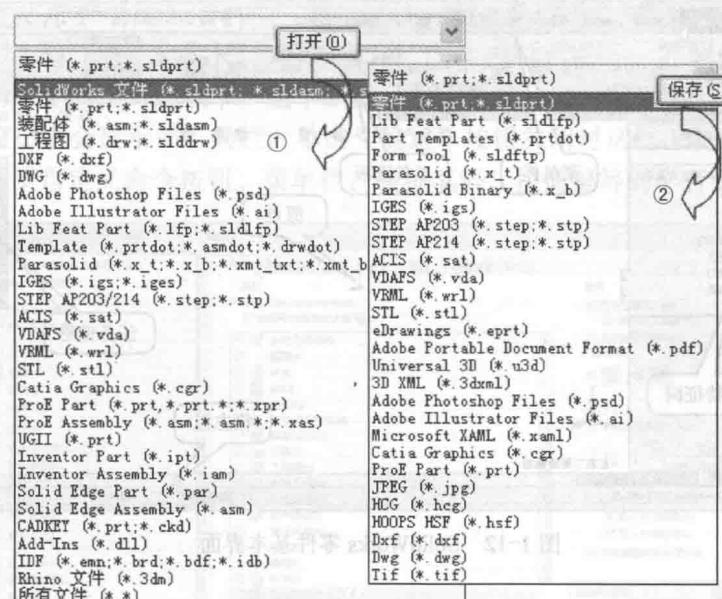

图 1-10 SolidWorks 支持的文件格式
SolidWorks 提供了很多的文件格式兼容性能，在打开或保存文件时都可以在“文件类型”或“保存类型”列表中进行选择，选择打开或保存的文件类型。如图 1-10 中①所示列出了 SolidWorks 打开文件所支持的文件格式，保存文件所支持的格式如图 1-10 中②所示。